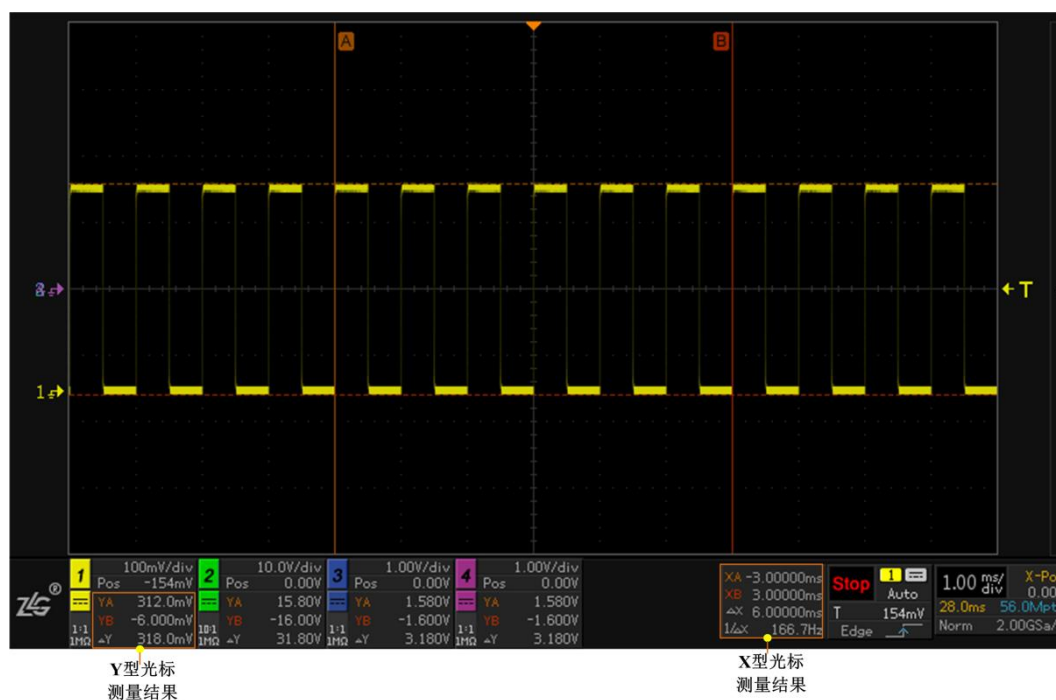

图 11-3 光标测量结果
- 在 X 型光标或 Y 型光标，被选中的光标类型呈实线且标明 A 和 B，具体如图 11-3 所示。